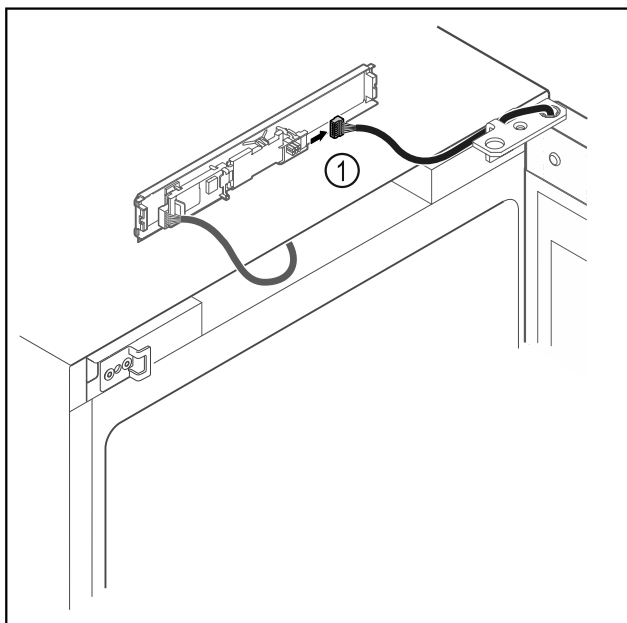

Fig. 7
- ▶ Αποσυνδέστε το φισ Fig. 7 (1) από την πλακέτα.